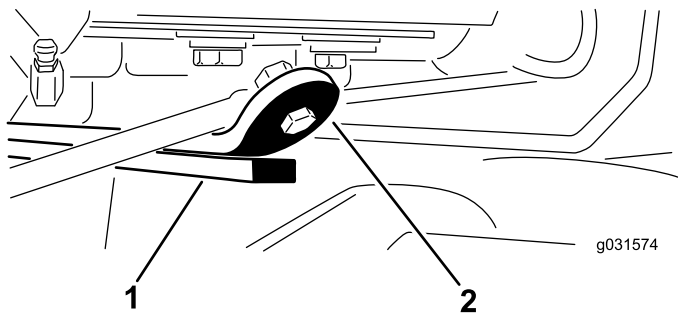

Figure 9
3. Démarrez le moteur, levez les unités de coupe et vérifiez qu'un espace de 0,51 et 2,54 mm (0,02 et 0,10 po) existe entre le segment d'usure sur le dessus de la barre d'usure de l'unité arrière et la bride de butée, comme montré à la Figure 9.